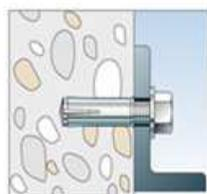

Fig. 5
5. Vissez la vis hexagonale M16x50 (n'oubliez pas la rondelle) à travers le coffre-fort dans la cheville à frapper et serrez à un couple de **60 Nm** [Fig. 5].